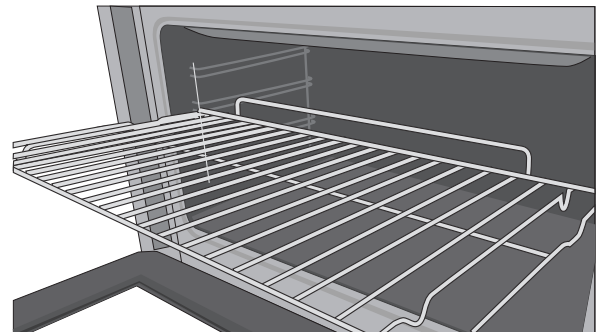

Figure 28
- 5** Insérer les grilles du four. (Voir la figure 28.)